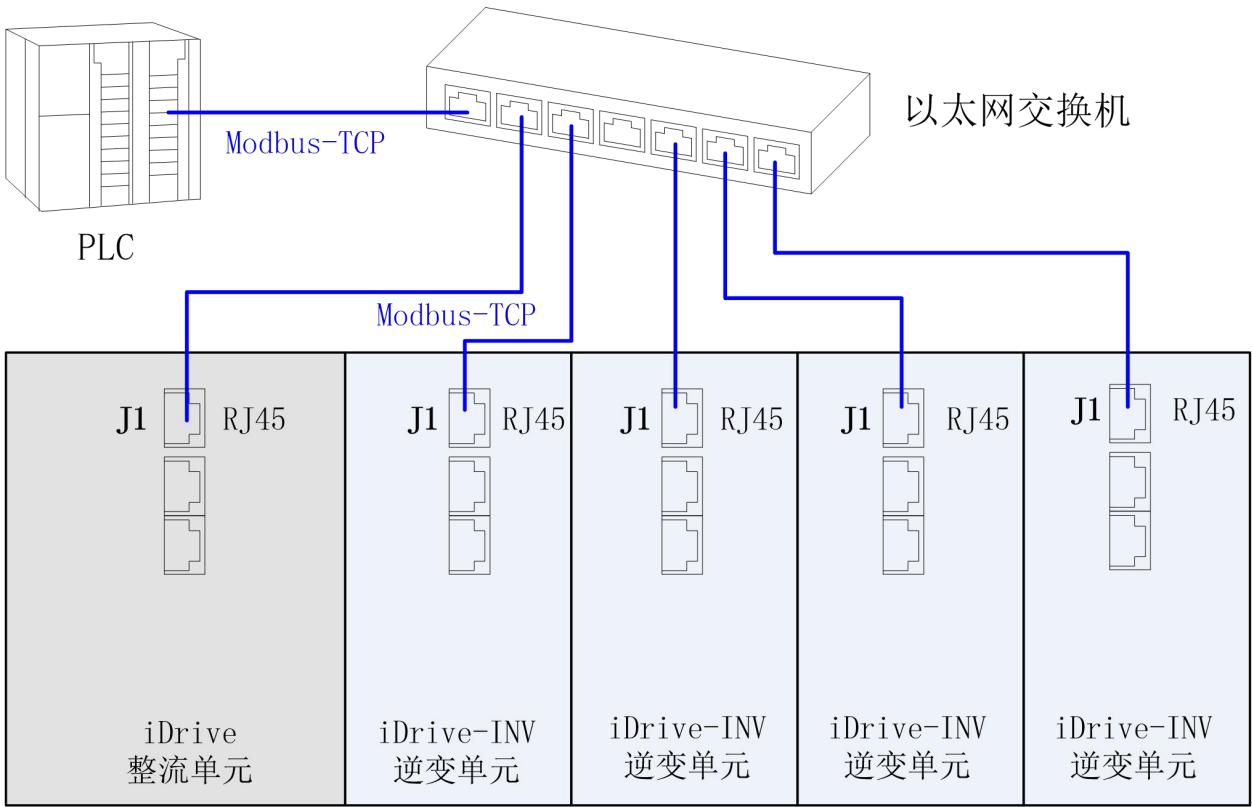

图 3-7 Modbus-TCP 通信组网示意图
① 所有通信接口均采用 RJ45 标准网口设计，组网时，通信线需采用 8 芯屏蔽网线，以保证通信网络的抗电磁干扰性能。
② J1 为 Modbus-TCP 接口，标配内置，需通过以太网交换机进行通信组网，主机 PLC 和所有从机单元均通过标准网线接至交换机，参见图 3-7。